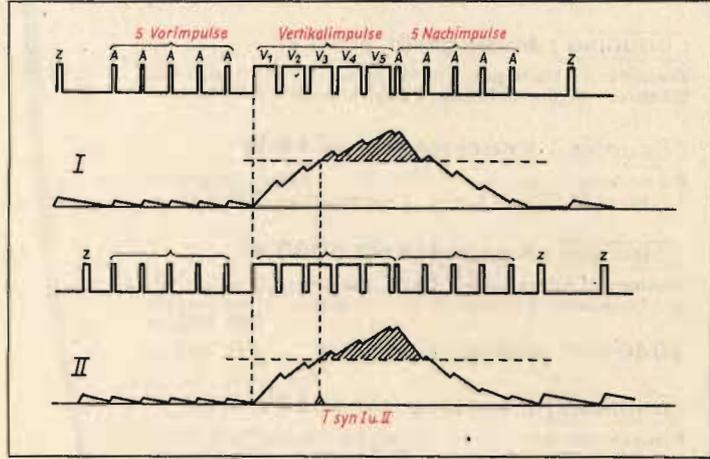

Abb. 97. Einwandfreie Integration der Vertikalzeichen mit Ausgleichsimpulsen
Die Ladevorgänge werden durch Ausgleichsimpulse bei der Integration (Abb. 97) und auch bei der Differenzierung identisch. Als Ergebnis der genannten Siebvorgänge stehen uns jetzt Zeilen- und Vertikalimpulse an getrennten Ausgängen zur Verfügung. Grundsätzlich ist es nun durchaus möglich, mit ihrer Hilfe auf direktem Wege Sägezahnspannungen der betreffenden Frequenzen zu erzeugen, ohne daß die im handelsüblichen Fernsehgerät eingebauten Ablenkgeneratoren, Vergleichsschaltungen usw. Verwendung finden. Mit diesen „Zeilen- und Vertikalsägezähnen“ (vergl. Abb. 83A) könnte man z. B. die elektrostatische Ablenkung einer Bildschreibröhre vornehmen. Wir erinnern uns sicher noch an die im Teil ⑥ gezeigten Vorgänge bei der Aufladung eines RC-Gliedes (Schaltung der Abb. 38). Die Ladekurve (Abb. 39) des Kondensators zeigt